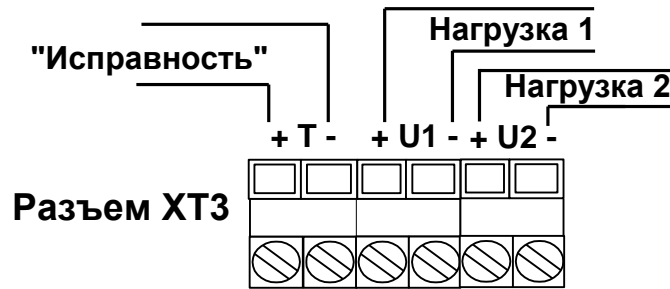
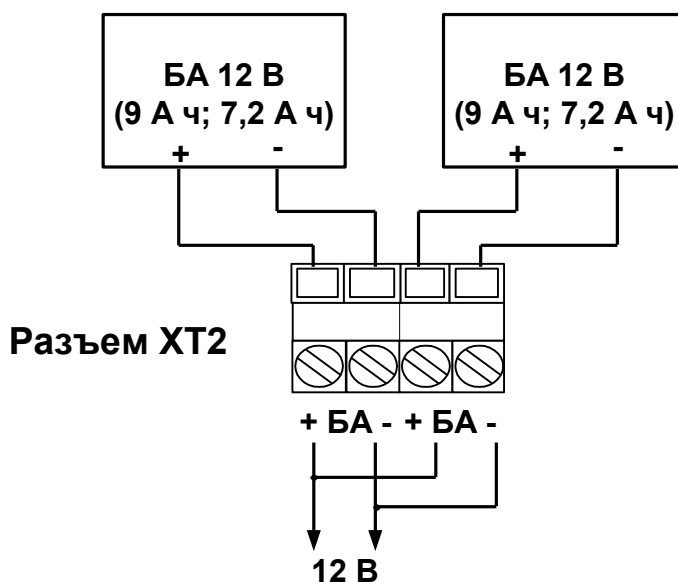
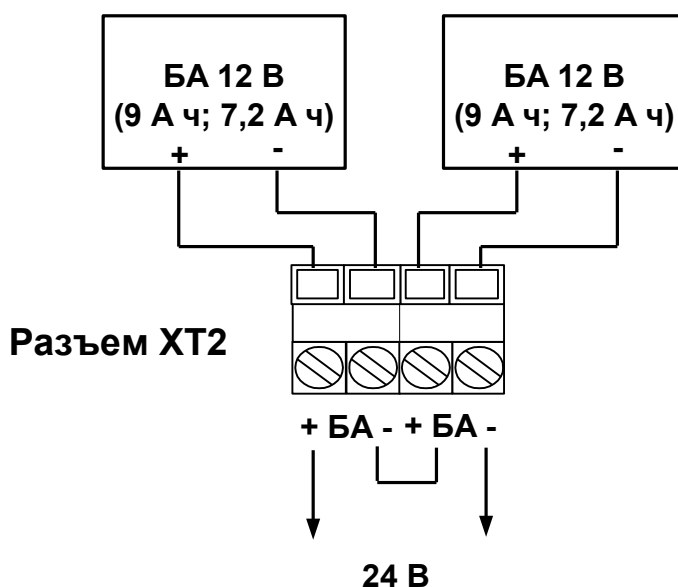
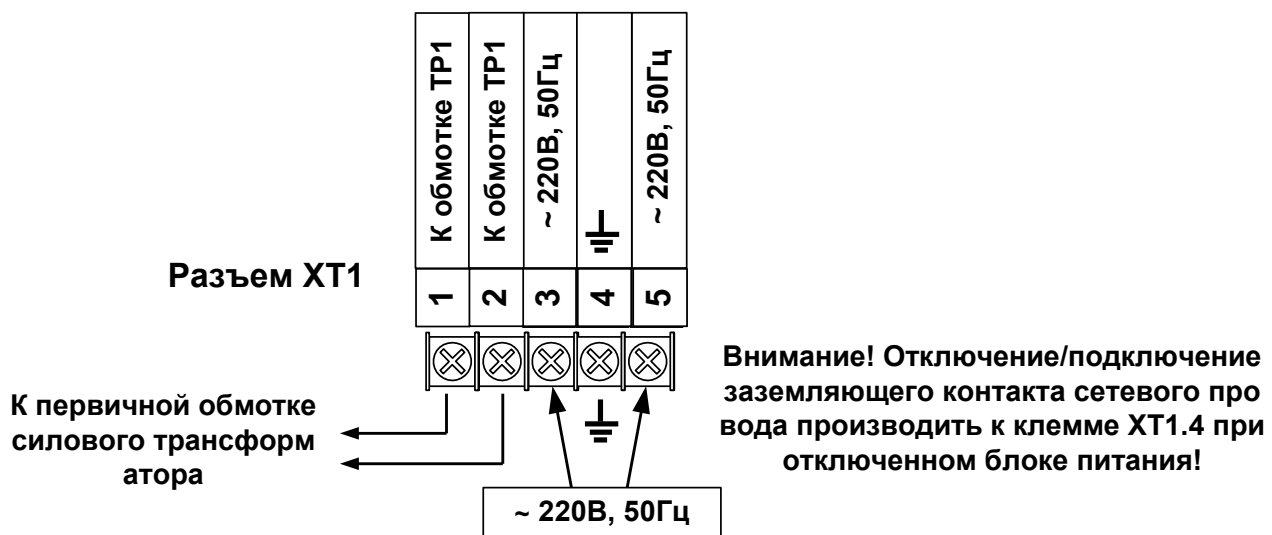

Рис. 3 Схема подключения нагрузки и сигнала «Исправность» к разъему ХТ3
Рис. 4 Подключение аккумуляторных батарей в ИБП-12А к разъему ХТ2
Рис. 5 Подключение аккумуляторных батарей в ИБП-24А к разъему ХТ2
Рис. 6 Подключение сетевого кабеля к разъему ХТ1
Подключение проводов нагрузки и сигнала «Исправность» показано на Рис. 3. Выходы для подключения нагрузки 1 и 2 защищены самовосстанавливающимися предохранителями, рассчитанными на ток срабатывания 1,35 А. Для восстановления работоспособности после срабатывания предохранителей при перегрузке необходимо отключить внешние нагрузки на время не менее 5 минут.
Подключение аккумуляторных батарей для ИБП-12А показано на Рис. 4. В случае использования двух батарей они запараллеливаются на выходе уже имеющейся на плате перемычкой. Возможно подключение одной батареи, в этом случае необходимо заизолировать неиспользуемые контакты для подключения второй батареи.
Для ИБП-24А обязательно использование двух аккумуляторных батарей. Их подключение показано на Рис. 5. Они объединяются последовательно уже имеющейся на плате перемычкой.
Подключение сетевого кабеля 220В к разъему ХТ1 показано на Рис. 6 . Заземляющий контакт вилки подсоединяется к средней клемме.
6.4.4 Подключение соединительных линий и БА к клеммам ИБП производится в соответствии с Рис. 3, Рис. 4, Рис. 5, Рис. 6. Перед их подключением вилку внешнего питания 220В необходимо отсоединить от сети.
6.5. Установить аккумуляторные батареи, подключив их к клеммам с помощью соединительных проводов, имеющих соответствующую маркировку (красный наконечник «+», синий наконечник «-») по схеме, приведенной на Рис. 4 и Рис. 5.